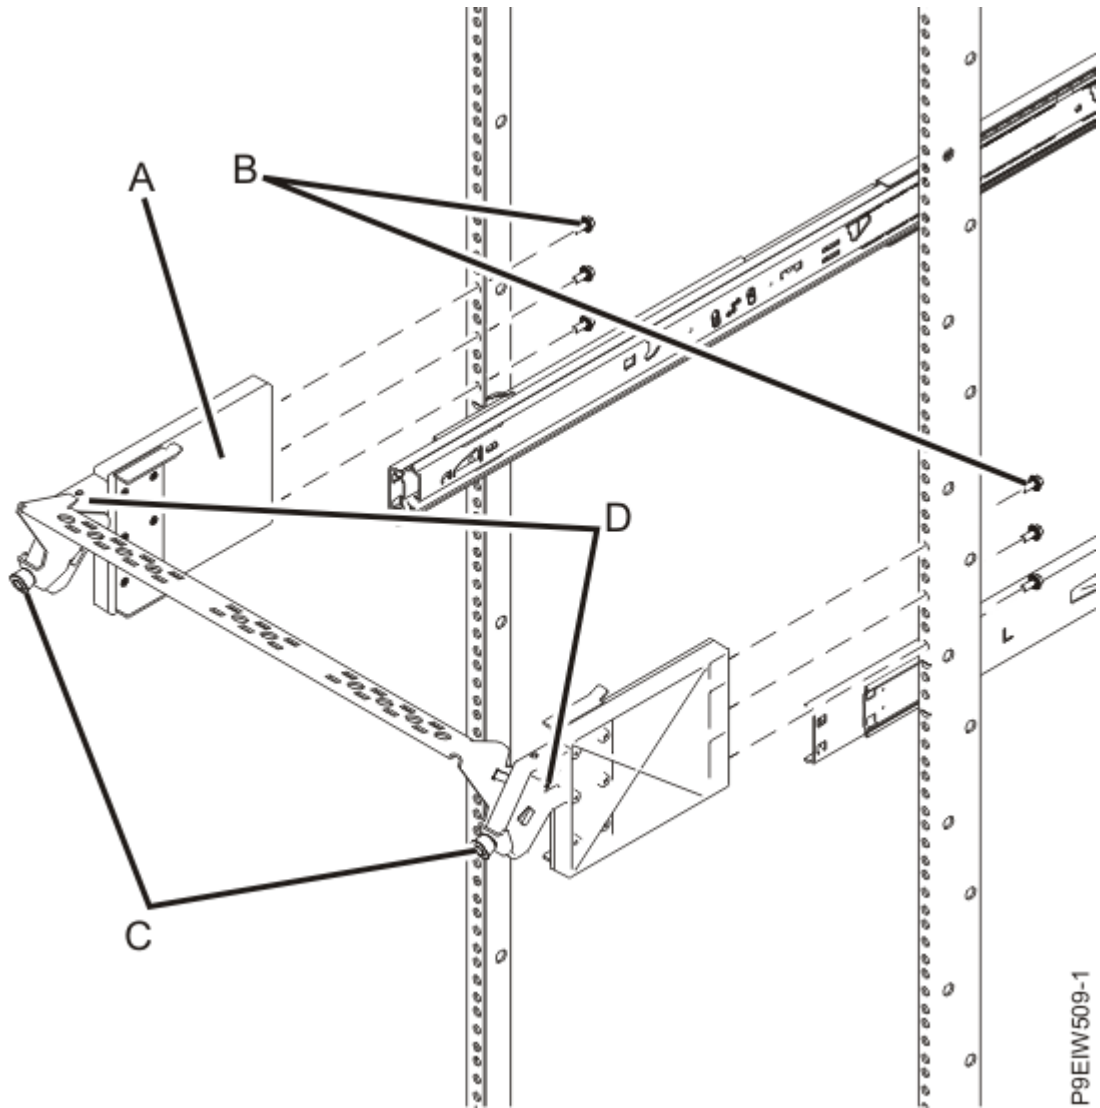

図 1. ラックへのケーブル管理ブラケットへの取り付け
3. 2本のM3ねじ (**D**) を使用して、ケーブル管理バーをケーブル管理ブラケットに取り付けてケーブル管理ブラケットをアセンブルします (7 ページの図 1 を参照)。
- b. 7 ページの図 1 に示すように、ラック内部から、3本のねじ (**B**) をラック・フランジを通してケーブル管理ブラケット (**A**) に取り付けてください。
5. つまみねじ (**C**) を引き、ブラケットを斜めにして、必要に応じてケーブル管理ブラケットを調整します (7 ページの図 1 を参照)。